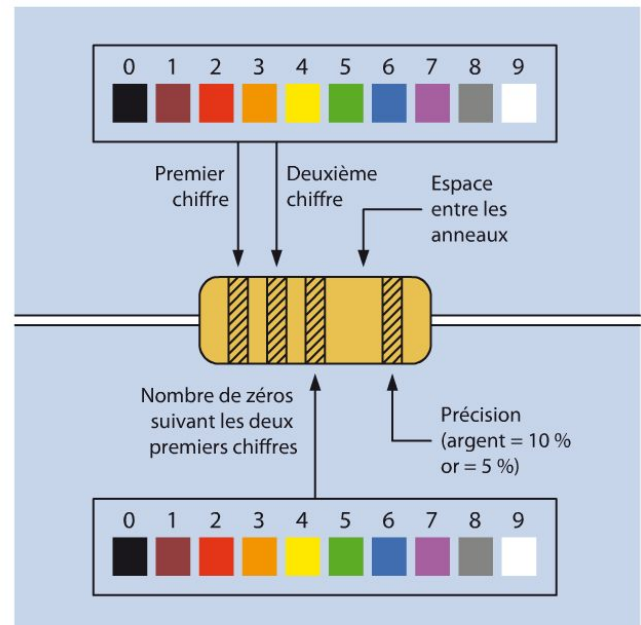

Figure 1-43. Codification indiquant la valeur d'une résistance.
Cependant, la plupart des résistances sont codées à l'aide d'anneaux colorés (figure 1-43).
- Les couleurs des deux premiers anneaux, de gauche à droite, vous indiquent les deux premiers chiffres de la valeur de la résistance. La couleur du troisième anneau à partir de la gauche, indique combien de zéros suivent les deux premiers chiffres. Les valeurs des couleurs sont indiquées sur la figure 1-43.